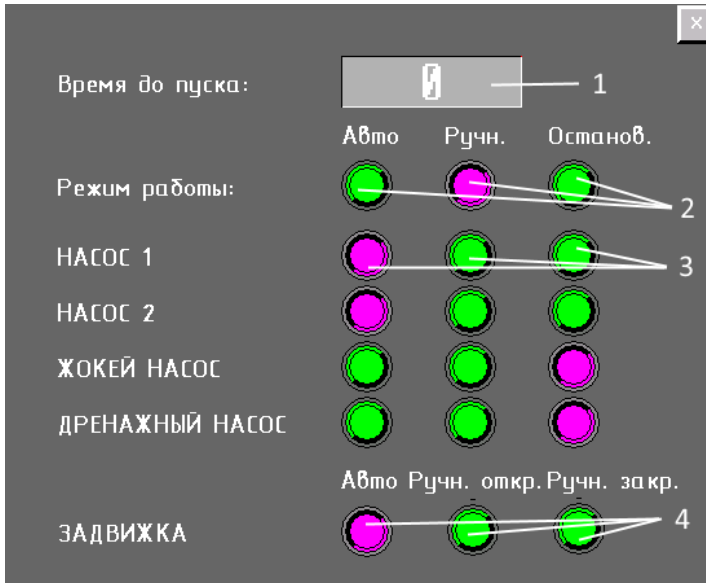

Рисунок 2.2 - Вкладка "Управление станцией"
16. Кнопка перехода в режим управления насосами и станцией (запуск, остановка в ручном режиме, Рисунок 2.2);